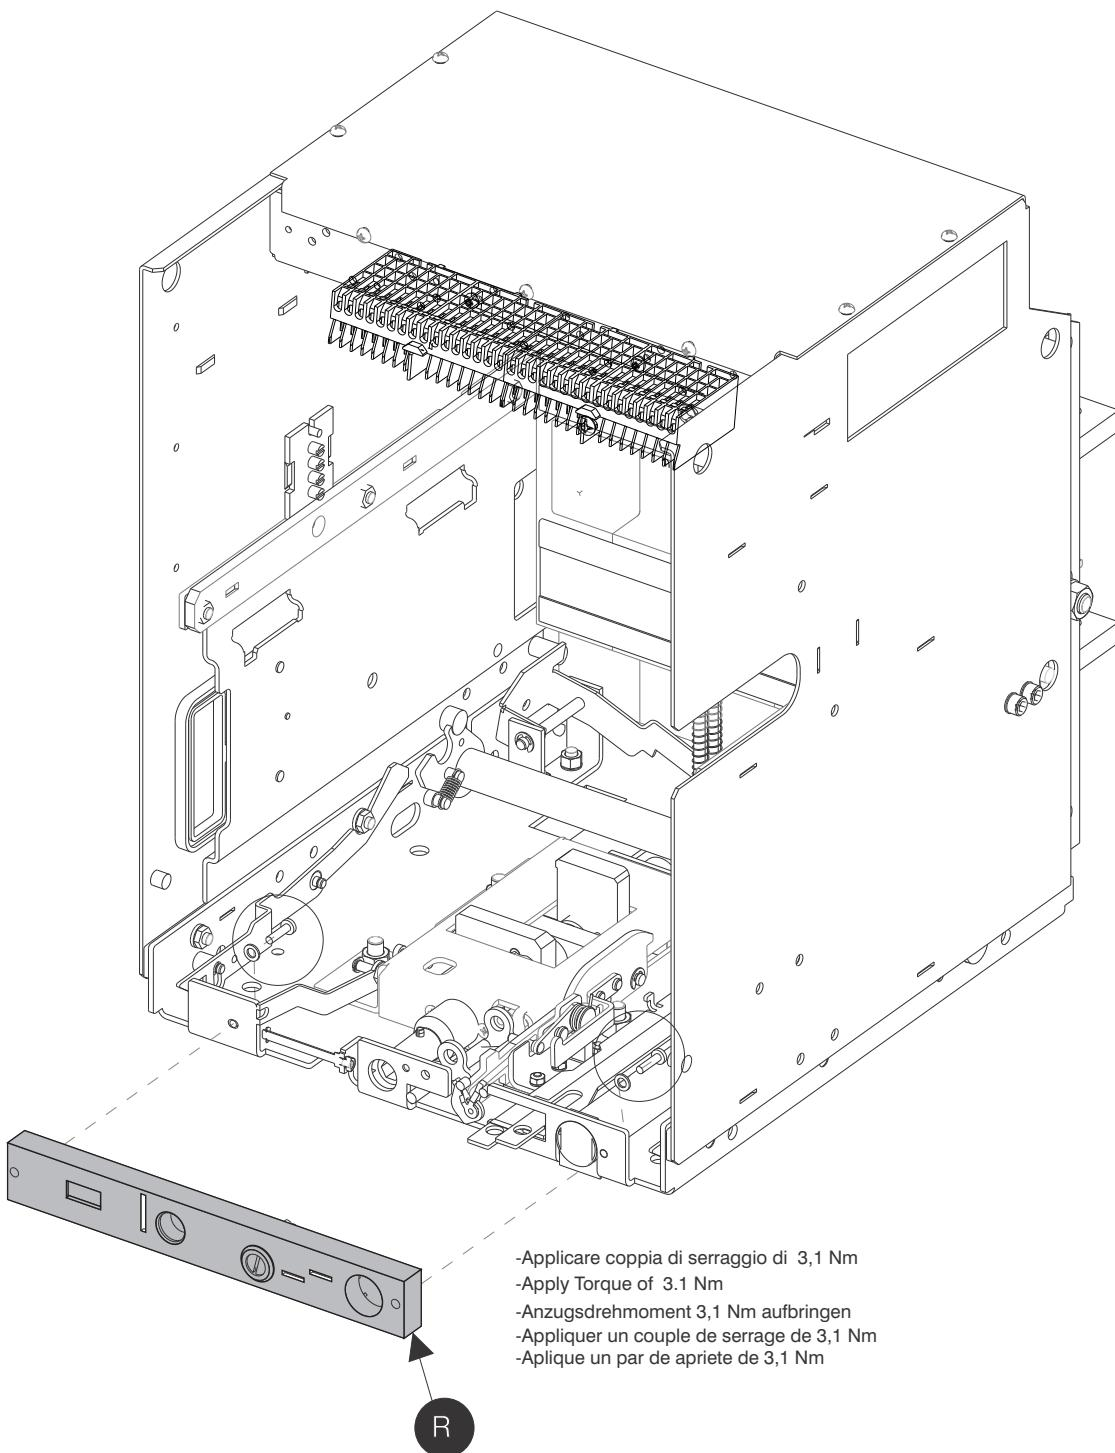

Fig.21
- Assemble the parts shown in figure 21 from M-PACT.
- Montieren Sie die in Abbildung 21 gezeigten Teile aus der M-PACT/M-PACT plus FR1-Kassette
- Assembler les pièces illustrées à la figure 21 à partir de la cassette M-PACT/M-PACT plus FR1